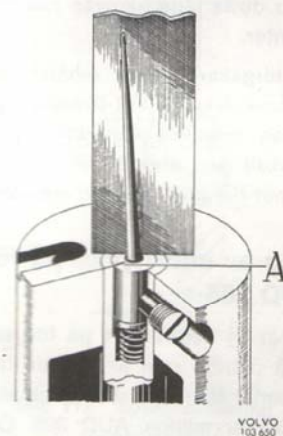

Bild 112. Montering av bränslenål
1. Den fjäderupphängda bränslenålen skall monteras så att den lutar in mot förgasarspjället. Detta erhålles då strecket (A, bild 112) är riktat mot hålen i vakuumkolven. Detta streck markerar var tappen, som trycker över nålen, befinner sig. Nålen monteras så att hylsan ligger i plan med kolven, se bild 112.